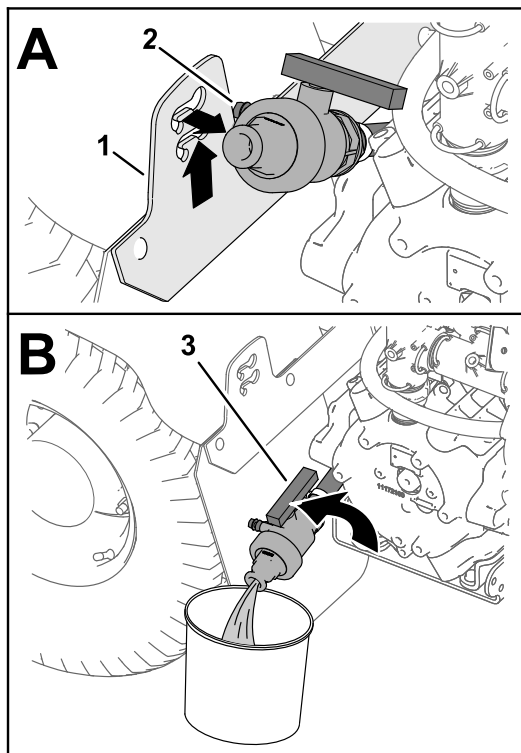

Figure 37
3. Soulevez le robinet jusqu'à ce que les goujons de montage soient dégagés des fentes dans le support, puis déplacez le robinet vers l'arrière (Figure 37).
4. Alignez l'extrémité du robinet et le bac de vidange, et tournez la poignée à la position ouverte (Figure 37).
5. Une fois la cuve complètement vide, tournez la poignée du robinet de vidange à la position fermée et remplacez le robinet sur son support (Figure 37).